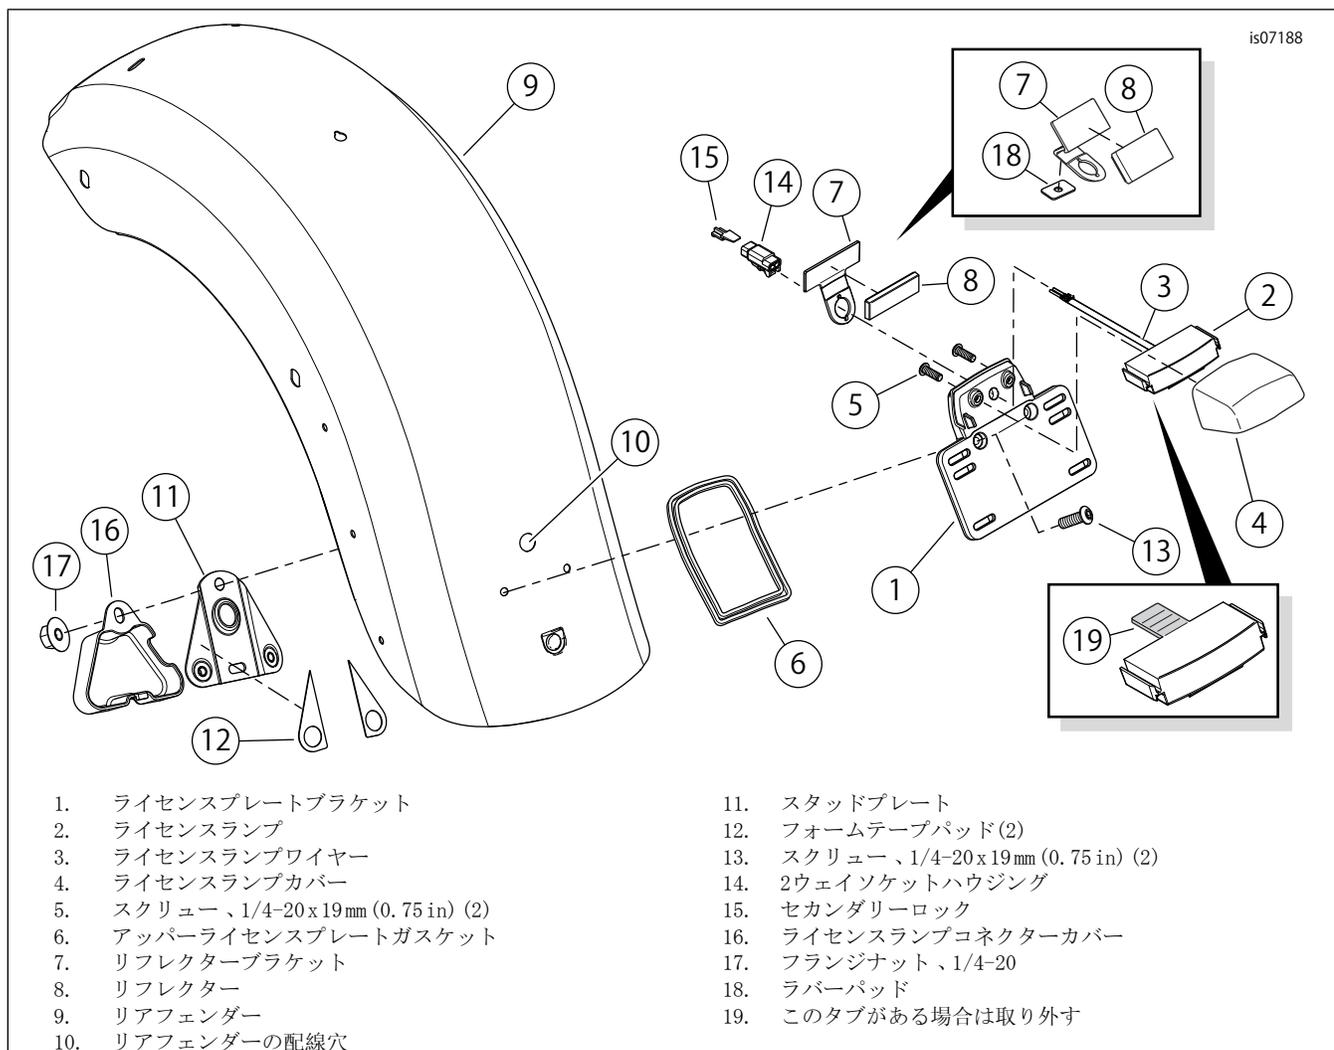

図4。ライセンスプレートランプおよびブラケットの取り付け
ライセンスランプの種類によっては、取り付けの邪魔になるタブ(図4のアイテム19を参照)が付いていることがあります。続ける前にこのタブを取り外します。
1. 図4を参照してください。ランプ(2)とカバー(4)をライセンスプレートブラケット(1)に組み付けます。スクリュー(5)を6.4-7.8 N·m (57-69 in-lbs)のトルク値で締め付けます。
リフレクターブラケット60921-09使用のHDIモデルの場合(図4を参照してください):30 x 19 x 1.6 mm ( x in)のラバーパッド(18)の裏の粘着カバーからライナーをはがします。図のように穴のすぐ上で、リフレクターブラケット(7)の裏にパッドを合わせます。しっかり押しつけます。